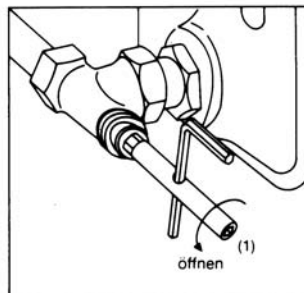

Bild 5
- 3.3 Mit dem Sechskantschlüssel SW 10 (1) durch Linksdrehen den Einsatz lockern (max. $\frac{1}{4}$ Gewindegang) (Bild 5).